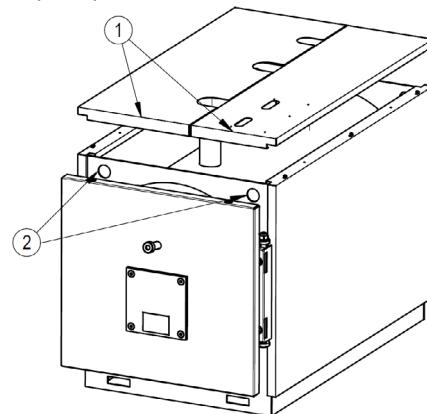

рис. 5
5.2.1 для моделей MEGAPREX 92N÷600N (рис. 5)